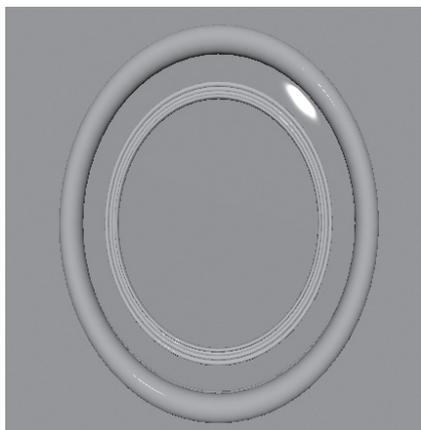

图 3-14
Step 01 打开案例文件【课堂练习——复制镜子曲线.mb】，如图 3-14 所示。